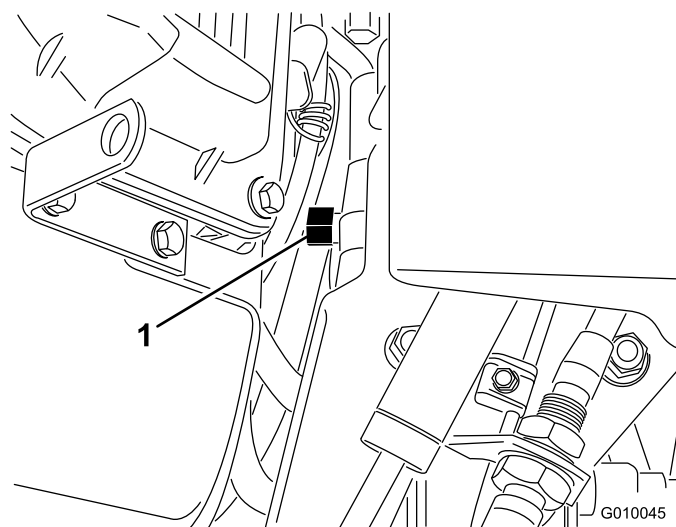

Рисунок 30
2. Найдите перепускной клапан между двигателем и гидростатическим насосом (Рисунок 30).
3. Ключом на 5/8 дюйма поверните перепускной клапан против часовой стрелки на 1 оборот. Это позволит гидравлической жидкости обойти насос и обеспечит свободное вращение колес (Рисунок 30).
5. Чтобы снова включить аэратор, поверните перепускной клапан по часовой стрелке на 1 оборот (Рисунок 30).